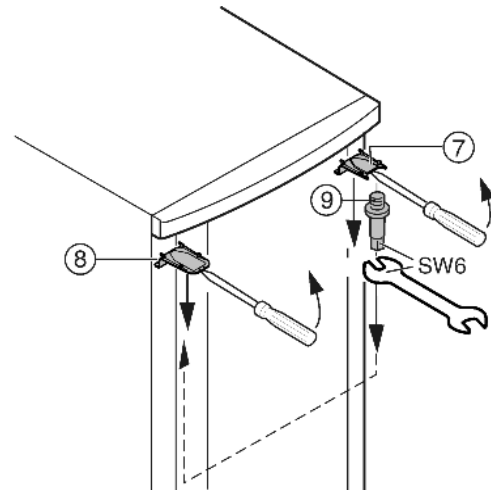

Fig. 7
- ▶ Верхнюю крышку Fig. 7 (7) и крышку Fig. 7 (8) с помощью отвертки выведите вперед из фиксатора и снимите, наклоняя вниз.
- ▶ Выкрутите опорный палец Fig. 7 (9) и вкрутите на противоположной стороне (с моментом 4 Нм).
- ▶ Снова установите крышку Fig. 7 (7) на стороне опорного пальца: насадите сзади, защелкните спереди.
- ▶ Установите крышку Fig. 7 (8) на противоположной стороне: насадите сзади, защелкните спереди.
- ▶ Подвесьте верхнюю часть двери на опорный палец Fig. 7 (9).